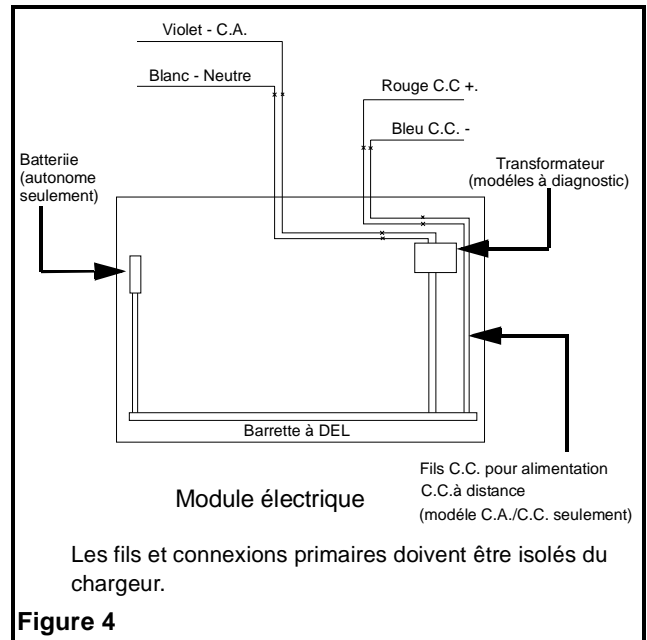
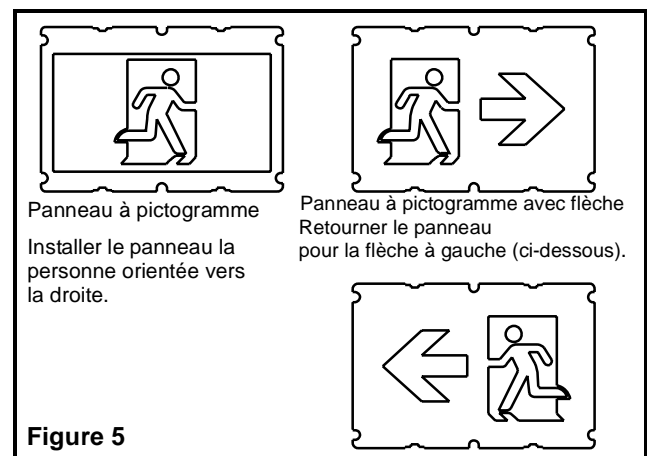
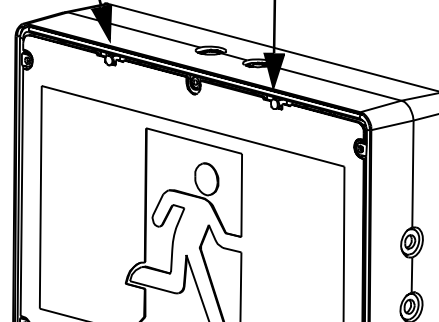

Figure 4
Figure 5
Figure 9
2. **Connexions électriques:** Connecter le transformateur, à l'intérieur du boîtier, puis l'autre extrémité à la ligne C.A. dans la boîte de jonction. Connecter le conducteur blanc au neutre et le conducteur violet à la C.A. (entrée universelle 110 à 347 VCA) (voir Figure 4). Connecter le fil de mise à la terre (fil vert) à la boîte de jonction.
**Option :** Pour les modèles C.A. utilisés avec l'alimentation C.C. à distance: Une extrémité sera connectée aux conducteurs de la barrette à DEL, à l'intérieur du boîtier, puis l'autre extrémité sera connectée à l'alimentation C.C. dans la boîte de jonction. Connecter le conducteur rouge au positif, et le conducteur bleu au négatif de l'entrée C.C. à distance (voir Figure 4).
**Pour le montage mural :** Fixer le cadre (6) à la boîte de jonction à l'aide des vis ainsi que des rondelles dentelées fournies afin d'assurer une continuité électrique.
4. Sélectionner le panneau à pictogramme voulu et l'installer, superposé au diffuseur opale. Le panneau à pictogramme sans flèche sera installé orienté vers la droite (voir Figure. 5).
4. Sélectionner le panneau à pictogramme voulu et l'installer, superposé au diffuseur opale. Le panneau à pictogramme sans flèche sera installé orienté vers la droite (voir Figure. 5). Fixer le bord du haut des panneaux sous les vis de retenue du haut, puis les bords du bas sous les deux vis de retenue du bas (voir Figure 9).